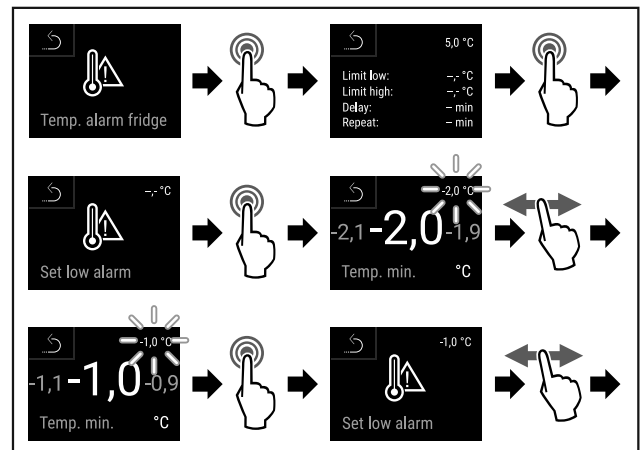

Fig. 140
- ▶ Stappen (zie Fig. 140) uitvoeren.